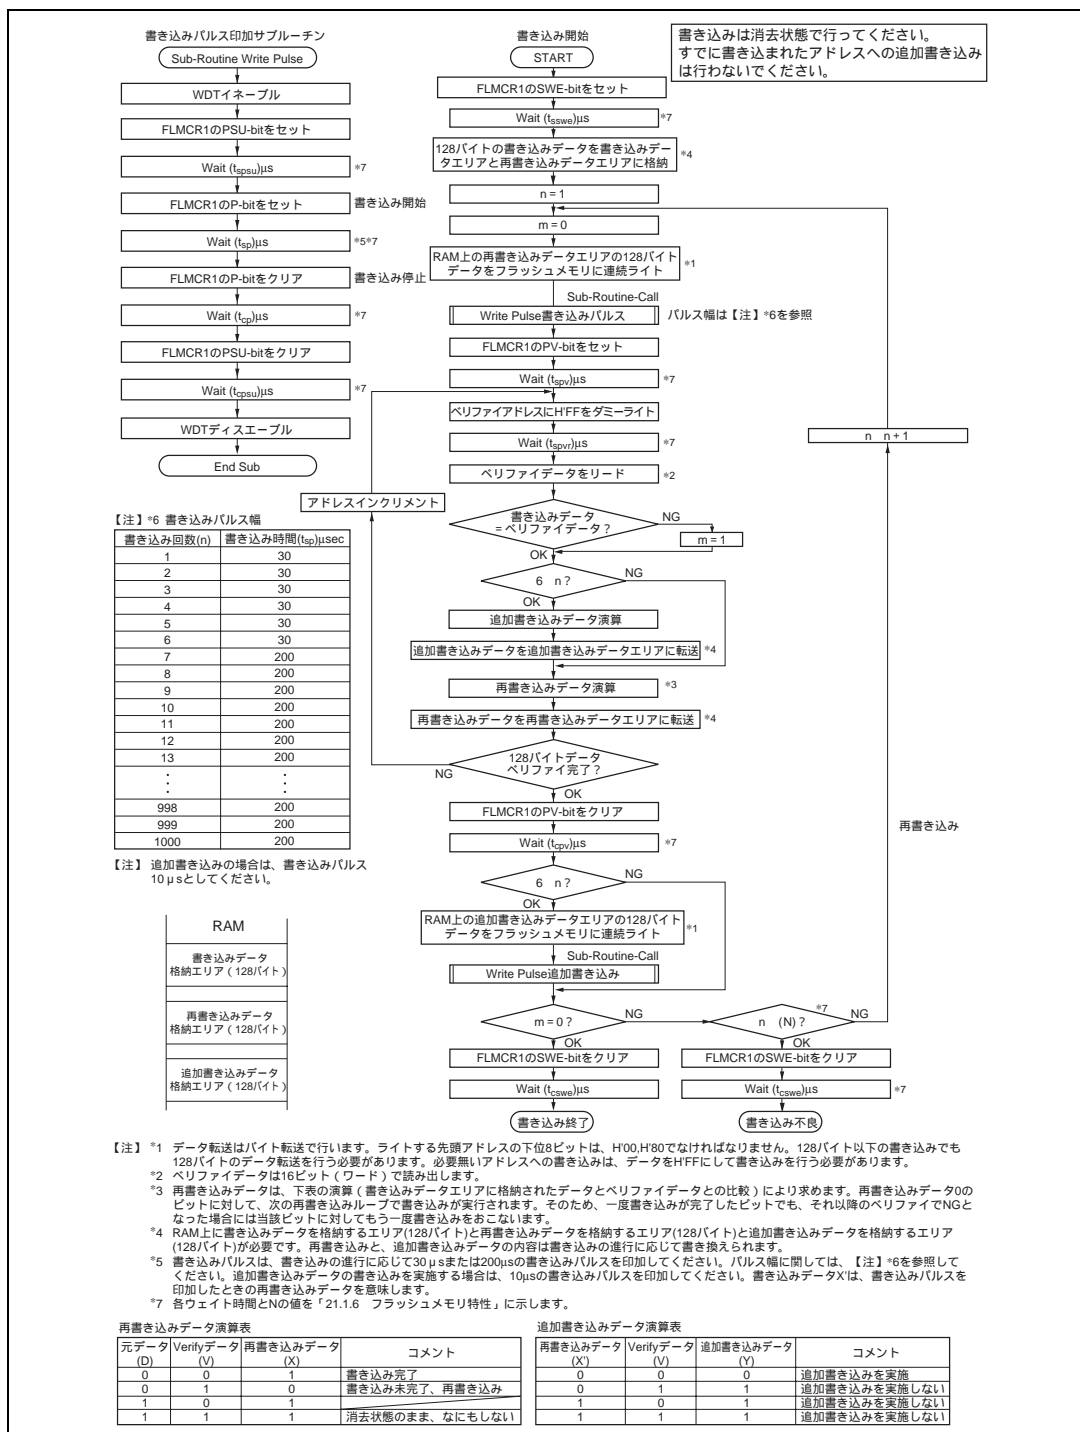

図 18.10 プログラム/プログラムペリファイフロー (128 バイト書き込み)
フラッシュメモリへのデータ / プログラムの書き込みは、図 18.10 に示すプログラム / プログラムベリファイフローチャートに従って行ってください。このフローチャートに沿って書き込み動作を行えば、デバイスへの電圧ストレスやプログラムデータの信頼性を損なうことなく、フラッシュメモリへデータ / プログラムの書き込みを行うことができます。また、1 回の書き込みは、128 バイト単位で行ってください。
一定の書き込み時間経過後、FLMCR1のPビットをクリアします。その後(t_{cp}) μ s以上の時間が経過してから、PSUビットをクリアすることでプログラムモードを解除します。プログラムモード解除の後には、ウォッチドッグタイマの設定も解除します。その後FLMCR1のPVビットをセットすることで、動作モードはプログラムベリファイモードへ遷移します。プログラムベリファイモードでは、リードする前にリードするアドレスにデータHFFをダミーライトしてください。ダミーライトは(t_{spv}) μ s以上の時間が経過してから行ってください。この状態でフラッシュメモリをリード(ベリファイデータは16ビットで読み出す)するとラッチしたアドレスのデータが読み出されます。このリード動作は、ダミーライト後、(t_{spr}) μ s以上おいてから行ってください。次に、書き込んだ元データとベリファイデータと比較し、再書き込みデータを演算(図18.10参照)し、RAMに転送します。128バイト分のデータのベリファイが完了後、プログラムベリファイモードを解除し、(t_{cpv}) μ s以上の待機時間を置いて、FLMCR1のSWEビットをクリアしてください。再度書き込みが必要な場合は、再度プログラムモードに設定し、同様にプログラム/プログラムベリファイシーケンスを繰り返してください。プログラム/プログラムベリファイフローの繰り返しの最大値は、最大書き込み回数(N)で表されます。SWE解除後、(t_{csw}) μ s以上の待機時間を置いてください。
- (6) 本LSIのプログラム/プログラムベリファイのフローチャートを図18.10に示します。上記の注意点を網羅するためには、再書き込み処理を実施するビット、追加書き込み処理を実施するビットは下記の演算によって決定する必要があります。書き込みの進行に応じて、再書き込みのデータおよび追加書き込みのデータは変化しますので、RAM上に次のデータ格納エリア(各128バイト)を準備することを推奨します。